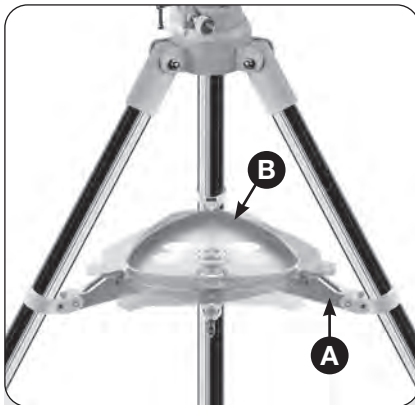

Abb. 2: Das Stativ mit Zubehörablage
2. Aufbau - Stativ: Die Stativbeine sind vormontiert und bereits mit dem Stativkopf und der Stativspinne (A, Abb. 2) verbunden. Nehmen Sie das Dreibeinstativ aus der Verpackung und stellen Sie es senkrecht mit den Stativfüßen nach unten. Nehmen Sie nun zwei der Stativbeine und ziehen Sie diese vorsichtig bis zur vollständig geöffneten Position auseinander. Das gesamte Stativgewicht lastet dabei auf einem Bein. Anschließend das Stativ gerade aufstellen. Ziehen Sie nun einzeln jedes Stativbein auf die gewünschte Länge heraus (Abb. 3) und drehen Sie nun je eine Klemmschraube (insg. 3 Stück) handfest an. Überdrehen Sie die Schrauben dabei nicht! Mit den Klemmschrauben werden die inneren Stativbeinsegmente in der gewünschten Höhe festgestellt.
3. Aufbau - Ablage montieren: Die Zubehörablage (B, Abb. 2) wird mit der flachen Seite nach unten mittig auf die Stativspinne gesteckt und durch eine Drehung im Uhrzeigersinn um 60° montiert. Die drei Nasen der Ablageplatte müssen mit den Haltebügeln der Stativspinne übereinstimmen und arretieren.